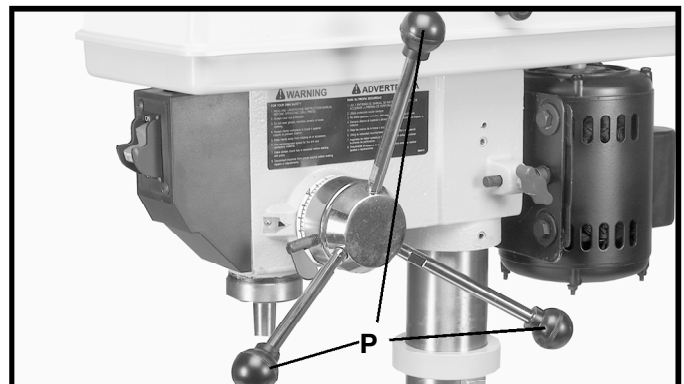

Fig. 14
9. Visser les trois poignées (P, fig. 14) de l'arbre pignon dans les trois trous taraudés situés sur l'arbre pignon (S) comme illustré.